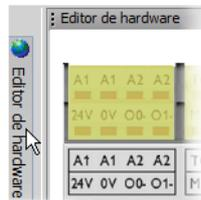

Figura 5-7 Apertura del editor de hardware con la función Auto-Hide activada
1. Abra el editor de hardware (menú "Vista", comando "editor de hardware") y el cuadro de herramientas (menú "Vista" comando "cuadro de herramientas"). Si está activada la función Auto-Hide, sitúe el puntero del ratón sobre la ventana minimizada como se muestra en Figura 5-7 para el editor de hardware:
1. Abra el cuadro de herramientas (menú "Vista, Cuadro de herramientas"). Si está activada la función Auto-Hide, sitúe el puntero del ratón sobre la ventana minimizada como se muestra en Figura 5-7 para el editor de hardware: